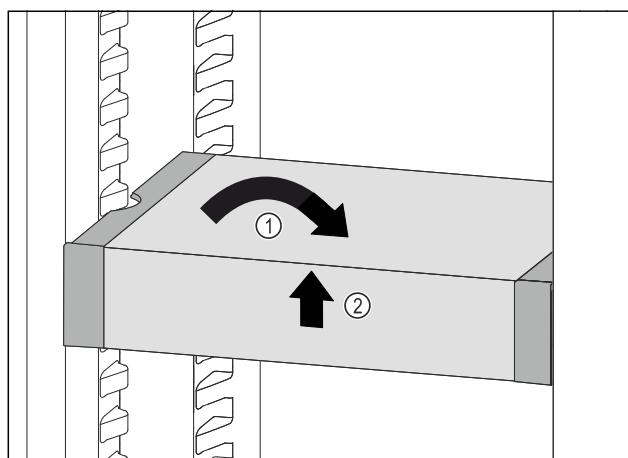

Fig. 57
- Вирівняти VarioSafe. Fig. 57 (1)
- Підняти VarioSafe спереду. Fig. 57 (2)